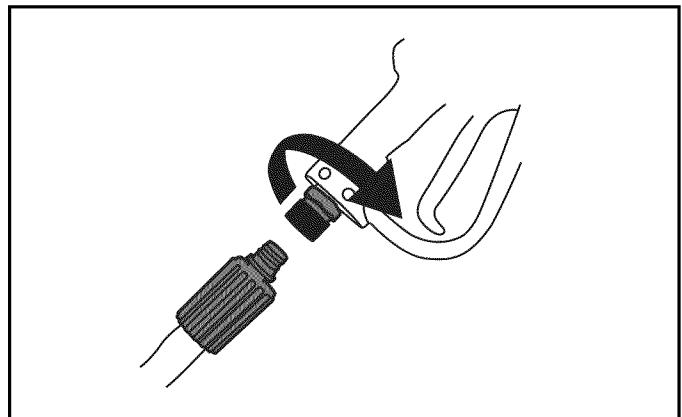

Figura 4-14. Conexión de la manguera a la pistola de pulverización
5. Fije el extremo de la manguera de alta presión a la base de la pistola de pulverización (Figura 4-14). Apriete con la mano.